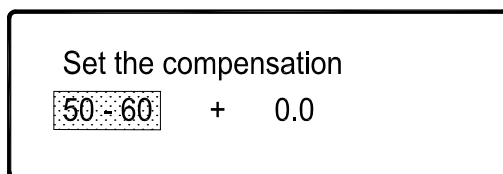

图 2
试样最小厚度与材料硬度及所用标尺存在附图 2 关系图。
附图2 表面洛氏硬度标尺试验的最小厚度
2.5 按“ ”、“ ”将光标移到要修正的硬度标尺上，如到“HR15N”上，然后按“ENTER”确认，此时出现图2画面。
- 2.6 按“ ”、“ ”选择要修正硬度范围段,如在图 2 中按“ ”直到“ 50-60 ”变为“ 60-70 ”,然后按“ ENTER ”确认。此时光标移到“ + ”上。